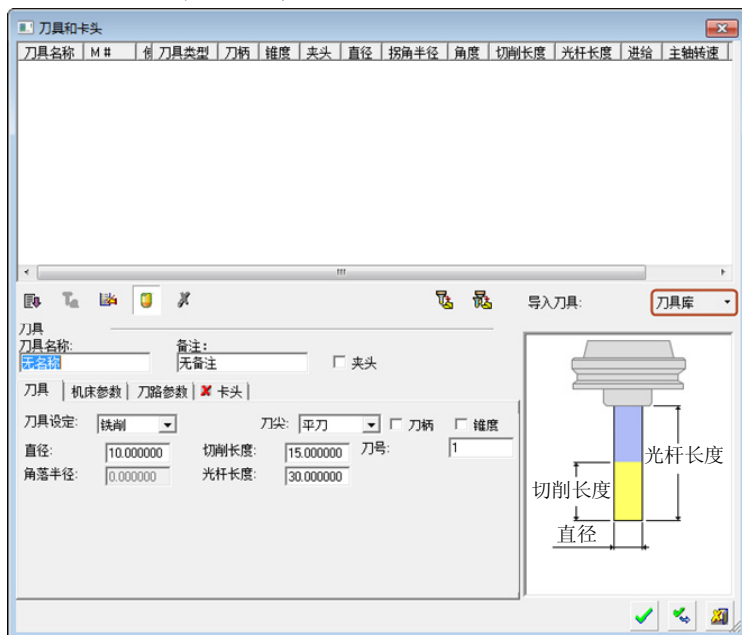

图 4-73 “刀具和卡头”对话框 (1)
- 单击“加工向导”工具栏上的“刀具”按钮, 弹出“刀具和卡头”对话框 (1), 如图 4-73 所示。